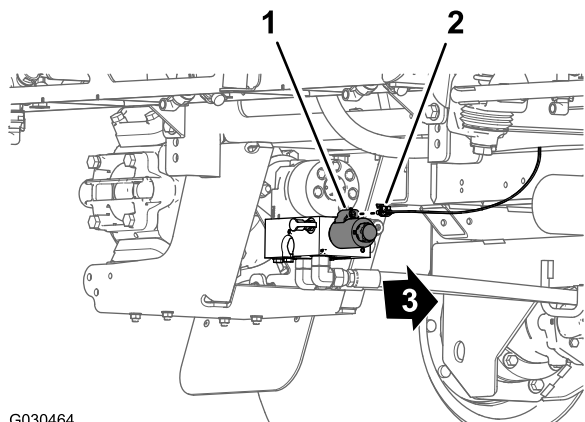

图116
1. 在机器背面——打药车泵的内侧将 86cm 线束支管的 2 插槽接头接入泵继电器的 2 针接头 图116。